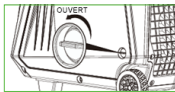

Fig. 1
- Desserrez la molette du capot latéral droit et enlevez le capot. (Fig. 1)
- Desserrez la molette du capot latéral droit et enlevez le capot. (S'il s'agit de la première mise en service, le capot doit déjà avoir été retiré lors de l'étape précédente. Sinon, suivez d'abord la procédure indiquée à la Fig. 1 ci-dessus.)